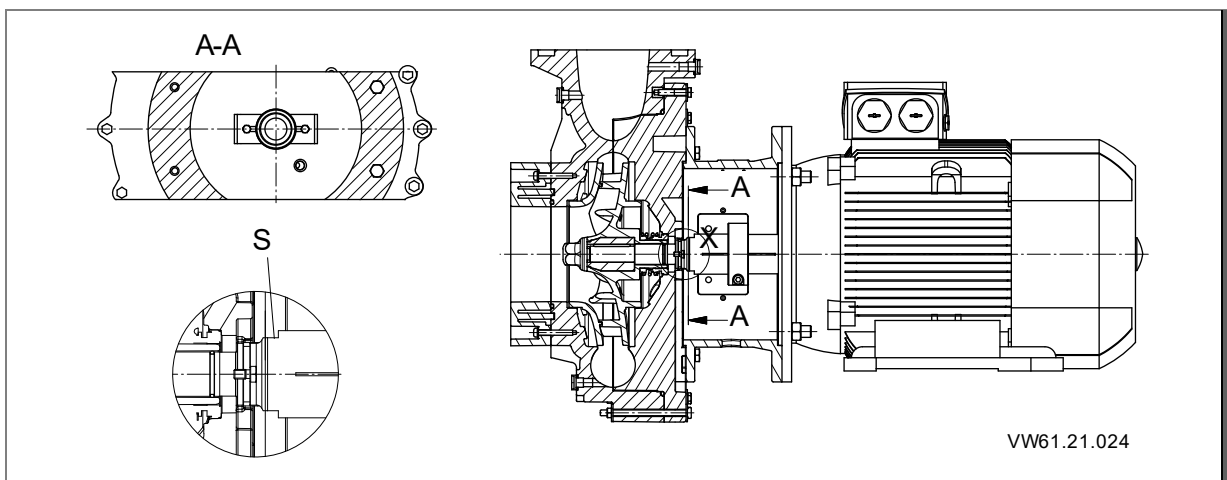

Fig. 9
1. Détacher la protection d'accouplement (681) de la lantern d'entraînement (341).
2. Maintenir l'arbre de la pompe (210) à la largeur de clef. Voir "Fig. 9", page 29
3. Desserrer l'écrou de turbine (922) avec le joint torique (412.4) en place.
4. Retirer la turbine (230). Déposer la turbine sur une surface propre et plane.
5. Enlever la clavette (940) de la rainure de clavette.
6. Retirer le bloc rotatif de la garniture mécanique (433) du moyeu de la turbine.
7. Desserrer les vis hexagonales (901).
8. Détacher le couvercle du corps (161) de la lanterne (341).
9. Enlever l'anneau fixe de la garniture mécanique (433) du couvercle du corps (161).
1. Placer la clavette (940) dans la rainure de clavette.
2. Faire glisser la roue (230) sur l'arbre (210).
3. Maintenir l'arbre de la pompe à largeur de clef. Voir "Fig. 9", page 29
4. Fixer l'écrou de turbine (922) avec le joint torique (412.4). Veiller au couple de serrage! Voir chapitre 8.6, page 29
4. Retirer complètement les deux languettes de sûreté (931) de la rainure de l'arbre. Voir "Fig. 9", page 29